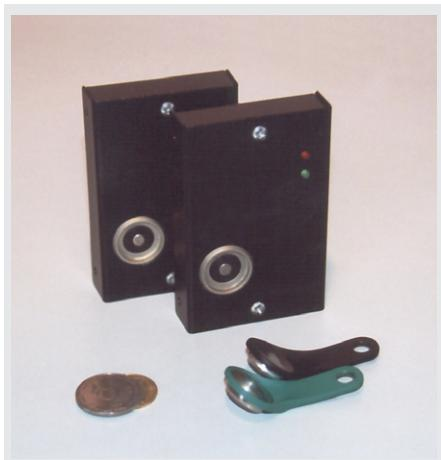

Рисунок 4. Внешний вид прибора.
1.5.1.1. Внешний вид прибора в корпусе приведен на *рис. 4*.